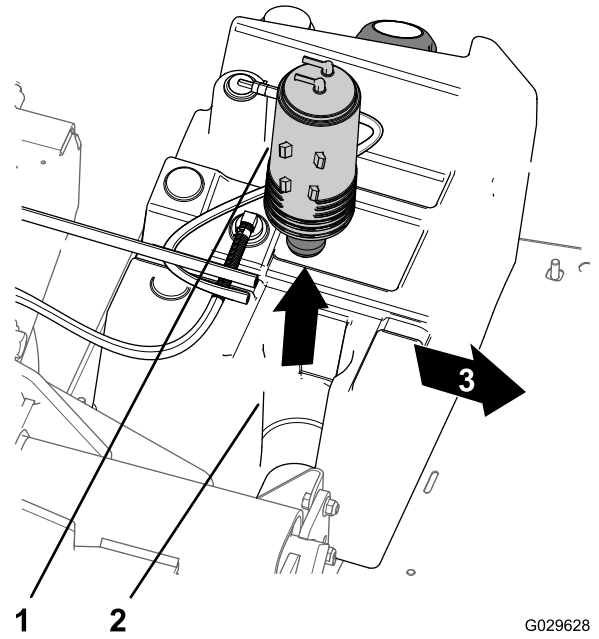

图 50
3. 从油箱内的碳罐底座上提起碳罐 图 50。
7. 将新碳罐插入油箱内的碳罐底座使净化和油箱接头向后对齐 图 50。